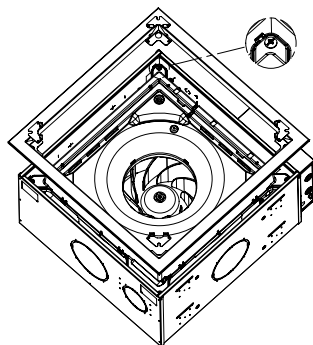

Fig.12: Metriske skruer til sugekammeret
1. Skru de 4 metriske skruer til fastgørelse af sugekammeret af (Fig.12).